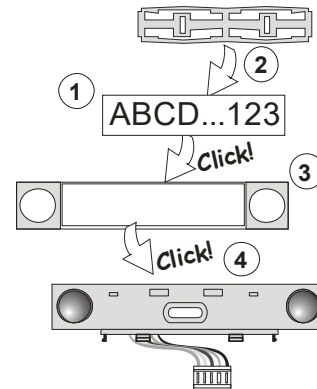

Abbildung 3: Einlegen eines Etiketts in ein Steuersegment
- Wenn Batterien eingelegt werden, fängt die gelb beleuchtete Aktivierungstaste (3) an, durchgehend zu leuchten. Das bedeutet, dass das Modul noch nicht im System angemeldet wurde.
- Drücken Sie die beleuchtete Aktivierungstaste (3). Das Modul wird damit angemeldet und die gelbe LED geht aus (das kann
- Wenn Sie die Installation abgeschlossen haben, stecken Sie Beschriftungen hinter den transparenten Abdeckungen des Segments ein und schließen Sie sie, siehe Abbildung 3. Der Etikettendruck ist ein Bestandteil der F-Link-Software (Fenster **Komponentenliste** in der Modul-Position – **Interne Einstellungen**).